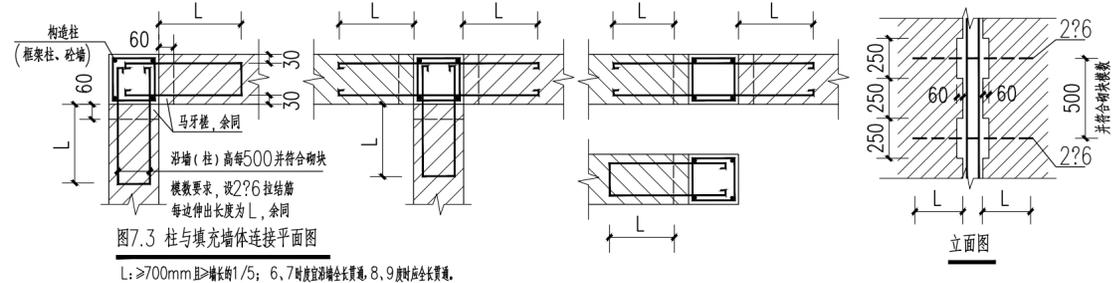

图7.3 柱与填充墙体连接平面图
- 填充墙应沿框架柱全高每隔500mm设2 $\Phi 6$ 拉筋，拉筋伸入墙内的长度，6、7度时应沿墙全长贯通，8、9度时应全长贯通。钢筋构造参照图7.3所示。
- 构造柱的浇注应在主体结构完工后进行，要求先砌墙后浇注，墙体应砌成马牙槎。构造柱与墙体拉筋如图7.3所示，拉筋应在主体结构施工时预埋钢筋。